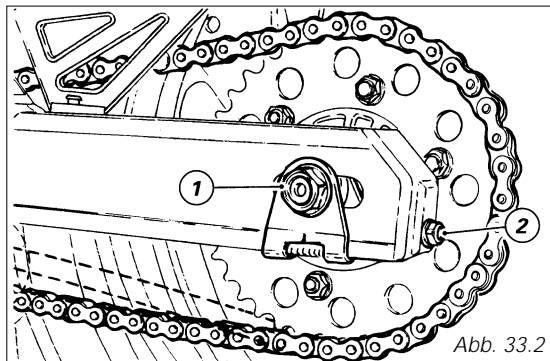

Abb. 33.2
Zum Einstellen der Spannung die Mutter (1, Abb. 33.2) der Radachse lockern, die Schraube (2), im Uhrzeigersinn und an beiden Seiten der Schwinge gleich weit, anziehen und so die Spannung erhöhen. Zur Minderung muss sie aufgeschraubt werden, dazu muss das Rad nach vorne geschoben werden.